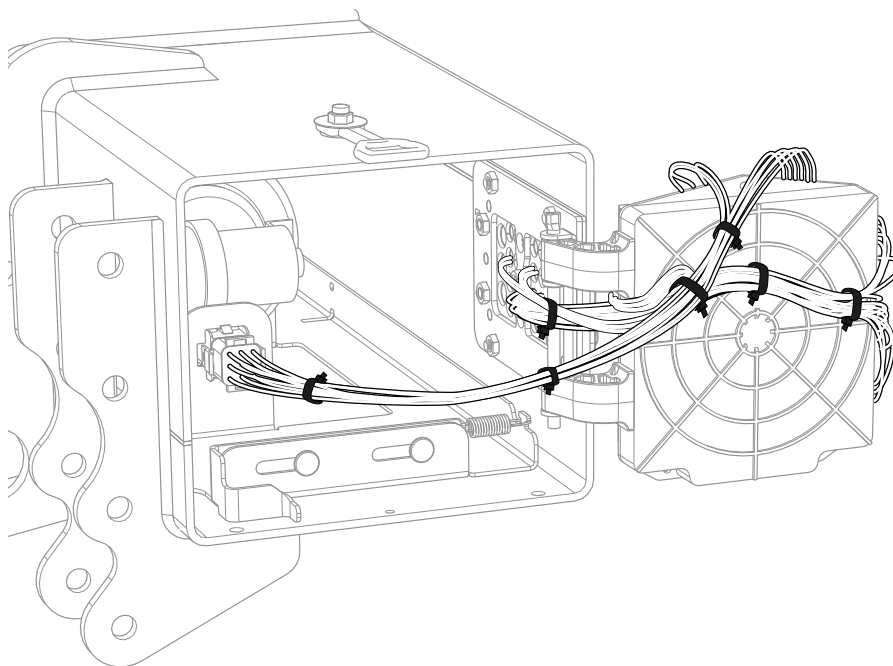

Bild 77. Montering av kablage med buntband
5. I förekommande fall, koppla in hyttströmbrytare (CS) och larm för öppen plattform. Se avsnitt 6.2.5 - 6.2.7.
6. Dra kablaget på reläkortets/styrkortets baksida och säkra med buntband. Se Bild 77.